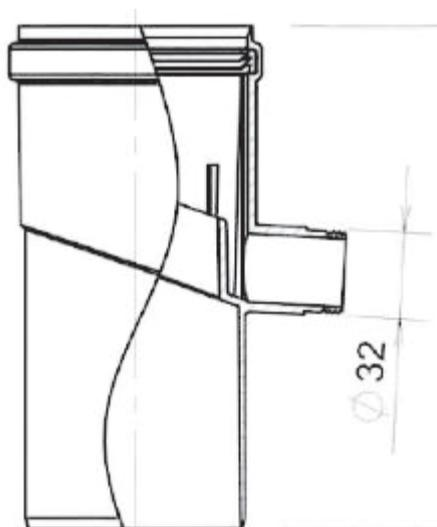

Fig. 15 Récupérateur de condensats
- Ajouter un récupérateur de condensats (fig. 15).